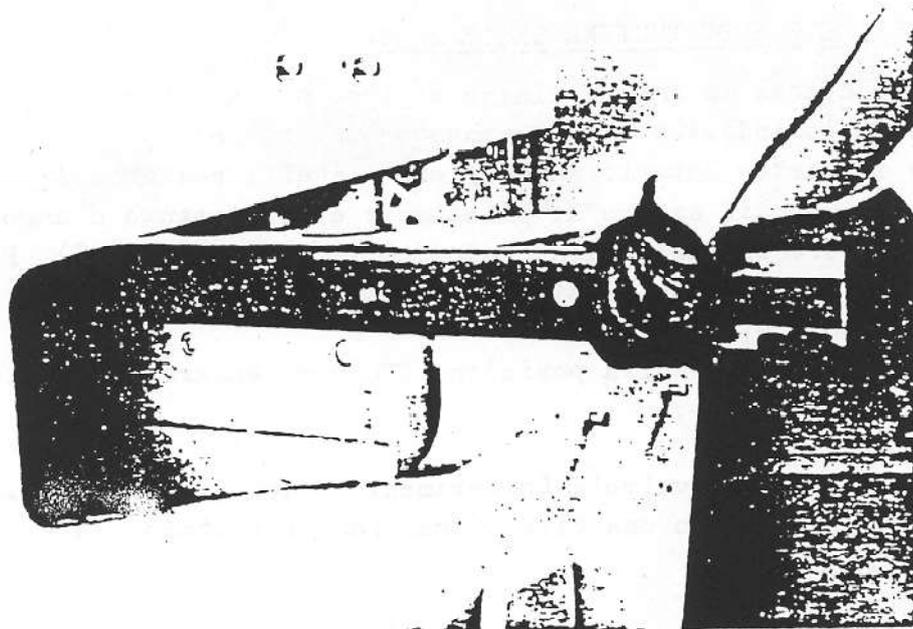

FIG. 3-13
- Fare scorrere la lama inferiore lungo il tavolo (Fig. 3-13)
- Togliere la lama superiore sfilandola lateralmente (Fig. 3-13);
- Estrarre il mozzo del comando sincronizzato (Rif. 3 della Fig. 3-13) con una chiave;